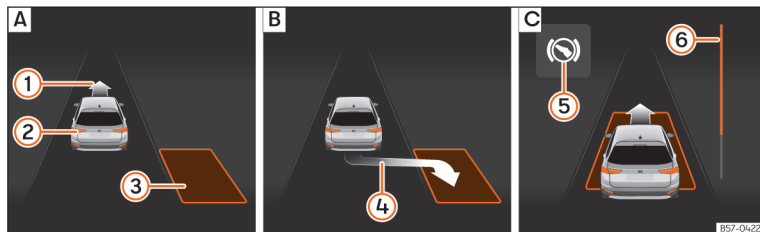
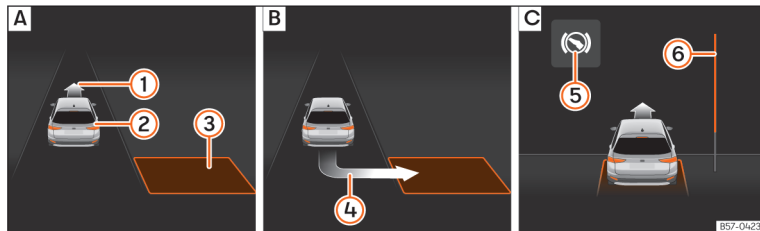

Abb. 126 Am Bildschirm des Kombi-Instruments: längs einparken. **A**: Parklücke suchen. **B**: Position zum Einparken. **C**: Rangieren.
Abb. 127 Am Bildschirm des Kombi-Instruments: quer einparken. **A**: Parklücke suchen. **B**: Position zum Einparken. **C**: Rangieren.
- Prüfen Sie anhand der Anzeige im Bildschirm des Kombi-Instruments, ob die Parklücke als „geeignet“ erkannt wurde und ob die korrekte Position zum Einparken >>> (Abb. 126) **B** oder
>>> (Abb. 127) **B** erreicht wurde. Die Parklücke wird als „geeignet“ betrachtet, wenn auf dem Bildschirm des Kombi-Instruments die Anzeige zum Einparken erscheint ④.
- Fahren Sie rückwärts, bis das Dauertonsignal des ParkPilot ertönt; **ODER:** fahren Sie zurück, bis auf dem Bildschirm des Kombi-Instruments die Anzeige für Vorwärtsfahren »» (Abb. 126) [C] oder »» (Abb. 127) [C] erscheint; **ODER:** fahren Sie zurück, bis am Bildschirm des Kombi-Instruments die Meldung **Park Assist beendet** erscheint. Die Fortschrittsanzeige ⑥ zeigt den zurückzulegenden Abstand an.
- Fahren Sie vorwärts, bis das Dauertonsignal des ParkPilot ertönt; **ODER:** fahren Sie vorwärts, bis am Bildschirm des Kombi-Instruments die Anzeige zur Rückwärtsfahrt erscheint. Der Parklenkassistent lenkt das Fahrzeug so lange beim Vorwärts- und Rückwärtsfahren, bis das Fahrzeug gerade in der Parklücke steht »» (Abb. 126) [C] bzw. »» (Abb. 127) [C].
Die Fortschrittsanzeigen »» (Abb. 126) ⑥ und »» (Abb. 127) ⑥ am Bildschirm des Kombi-Instruments zeigt symbolisch die noch zu fahrende relative Fahrstrecke an. Je länger die Distanz ist, desto größer ist der Füllstand des Fortschrittsbalkens. Bei Vorwärtsfahrt nimmt die Füllung des Fortschrittsbalkens nach oben ab und bei Rückwärtsfahrt nimmt die Füllung des Fortschrittsbalkens nach unten ab.